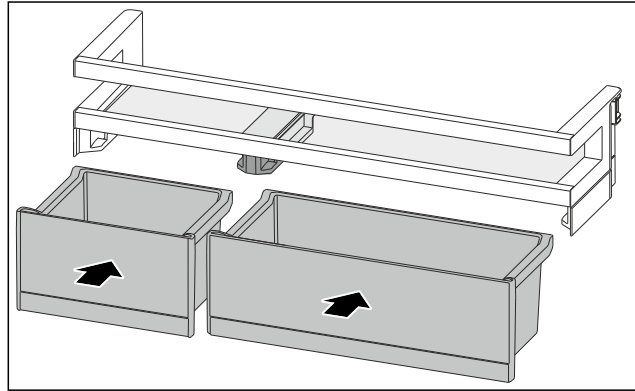

Fig. 110
- ▶ Вставте контейнери VarioBox у змінні положення. (див. Fig. 110)